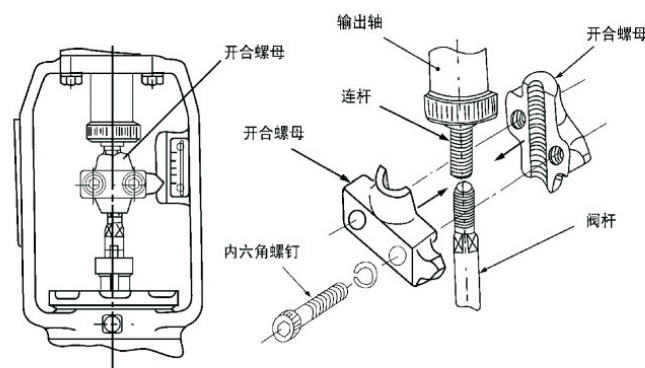

图4 执行器输出轴和阀杆连接
4.4 联结机构：通过支架将执行器和被控阀门联结，并由开合螺母将执行器输出轴和阀杆连接，开合螺母上带有指针，支架上有标尺，可指示输出轴(或阀杆)的位移(见图4)。
见图6和图4，调整时应先进行零位调整，即输出轴位于下端（阀芯关闭）时的位置调整，然后进行行程调整，即输出轴位于上端（阀芯开启）时的位置调整，因为零位调整时将会同时改变输出轴的上端位置，而行程调整时，不会改变已调整好的“零位”，所以；应先进行零位调整然后进行行程调整。顺时针旋转“零位”调整电位器，输出轴上升；逆时针旋转，则输出轴下降。顺时针旋转“行程”调整电位器，行程扩大；逆时针旋转，则行程缩小。